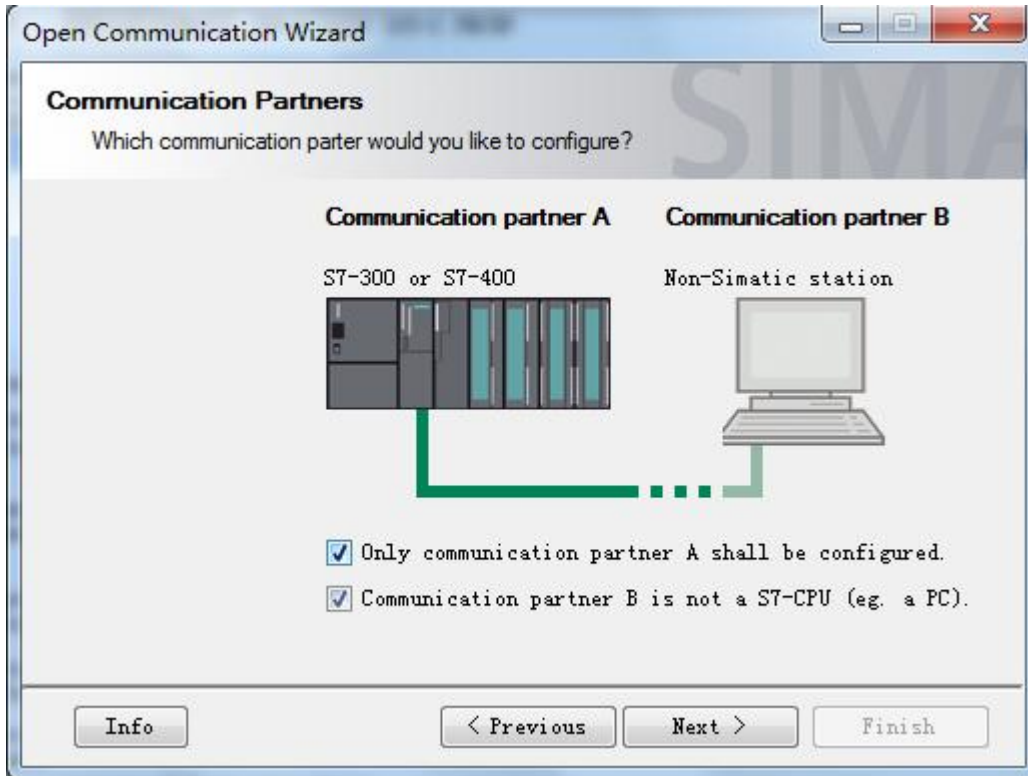

图 3-5 选择通信伙伴
3.5 点击 Next 至一步，因为本例中 **S7-300** 与通信伙伴 **S7-1500** 不在同一项目下而且通信伙伴 **S7-1500** 不是 **S7-300/400** 系列产品，所以勾选 **Only communication partner A shall be configured**(仅配置伙伴 A)和 **Communication partner B is not a S7-CPU(eg. A PC)**(通信伙伴 B 不是 S7-CPU)，如图 3-5 所示。